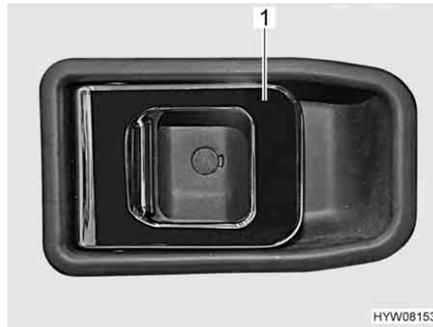

Fig. 33 Serratura della porta (porta di ingresso, lato interno)
**Apertura:** ■ Tirare la maniglia (Fig. 33,1). La serratura della porta si sblocca.
**Bloccaggio:** ■ Premere la maniglia (Fig. 33,1). La serratura della porta è bloccata.